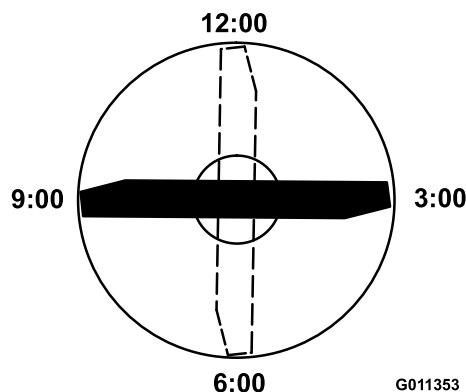

Figure 101
4. Positionnez le tranchant de l'extrémité marquée à la position 12 heures (droit devant dans la direction de la tonte) (Figure 101) et mesurez la hauteur de la surface plane au tranchant de la lame.
5. Tournez l'extrémité marquée de la lame aux positions 3 et 9 heures (Figure 101) et mesurez les hauteurs respectives.